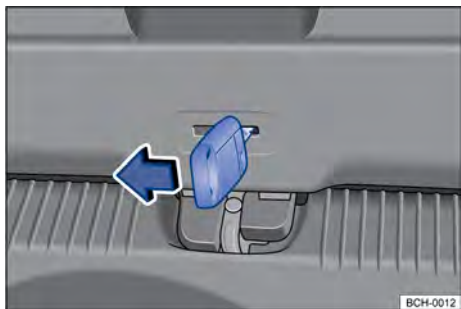

Fig. 62 No compartimento de bagagem: destravar a tampa traseira.
- Inserir a haste da chave na abertura na tampa traseira → Fig. 62 e deslocar a alavanca de destravamento no sentido da seta.